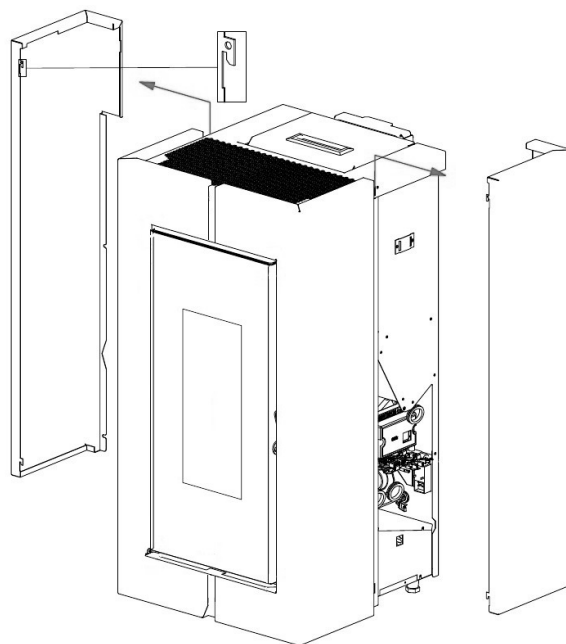

Fig. 52 - De zijpanelen losmaken
- De achterste zijpanelen losmaken (zie **Fig. 52**).